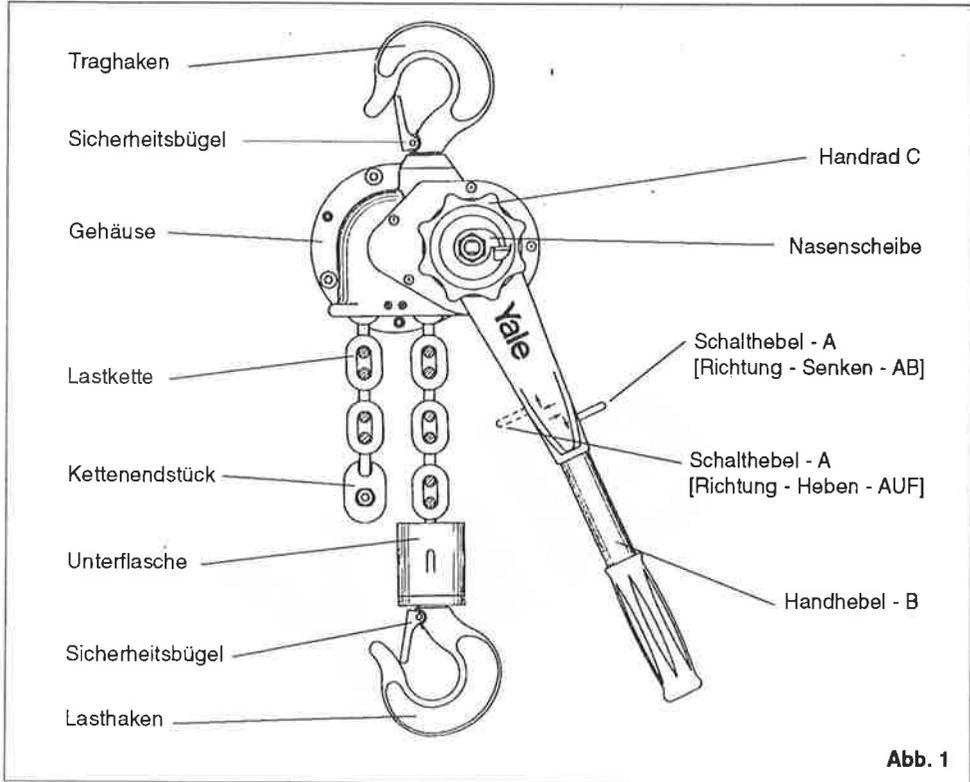

Abb. 1
- Die Hubbegrenzungsstücke (Kettenendstücke) dürfen nicht als betriebsmäßige Hubbegrenzung verwendet werden (s. Abb. 1 - Kettenendstück).
Das Kettenendstück muß unbedingt am losen Kettenende (Leerstrang) montiert/vorhanden sein (s. Abb. 1 - Kettenendstück).
Schalthebel A (s. Abb. 1) in Neutralstellung (Mittelstellung) bringen. Die Kette mit dem Lasthaken kann durch Drehung des Handrades C oder durch Ziehen am Auslaufstrang der Kette in die gewünschte Arbeitsstellung und auf Vorspannung gebracht werden.